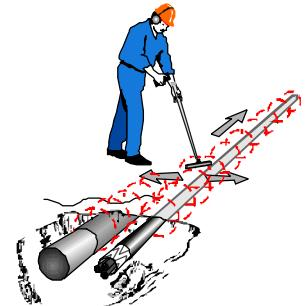

Рис.10
4.5.2 Провести обследование трассы, при этом продвигаясь вдоль трассы, следует перемещать электромагнитный датчик поперец трассы в одну и другую сторону рис.10.